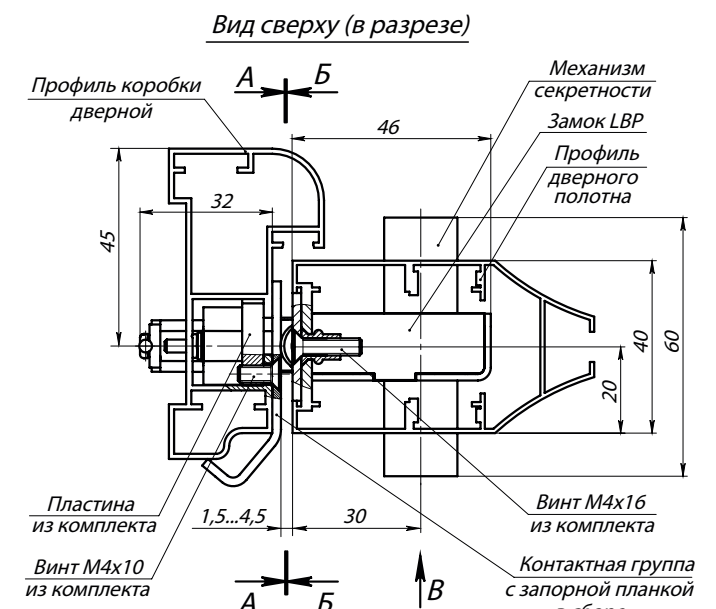

Рис. 2. Замок с контактной группой PERCo-BP1 в сборе (виды А, Б и В изображены на установочных шаблонах)
- профили дверного полотна Т34, Т53, Т81, Т85 и профиль дверной коробки Т72-14 (ООО «Петралюм»), или аналогичные им по своему сечению (см. рис. 2).
3. Для замка с запорной планкой PERCo-BP1. Установите замок (1) в заранее подготовленный паз в профиле дверного полотна и закрепите его двумя винтами M4x16 (5) из комплекта поставки (см. рис. 2).
- Для запорной планки PERCo-BP1. В профиль дверной коробки установите две пластины из комплекта поставки и зафиксируйте их винтами M4x10 (см. рис. 2). Установите запорную планку (6) в сборе с контактной группой (7) в заранее подготовленный паз в профиле дверной коробки. Закрепите запорную планку двумя винтами M4x10 (9) из комплекта поставки.
- Для запорной планки PERCo-BP2. Установите запорную планку (6) в сборе с контактной группой (7) в заранее подготовленный паз в профиле дверной коробки. Подложите под точки крепления запорной планки стойки из комплекта, после чего закрепите ее на профиле дверной коробки двумя винтами M4x25 (9).